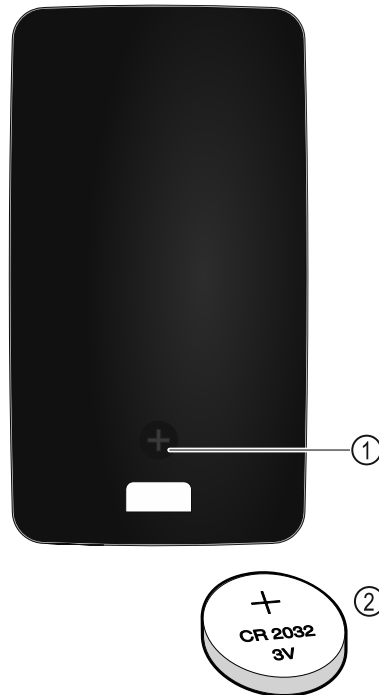

Fig. 260
Il telecomando è alimentato da una batteria CR 2032 da 3V Fig. 260 (2), disponibile presso i rivenditori specializzati.
- Svitare la vite Fig. 260 (1) sul retro del telecomando.